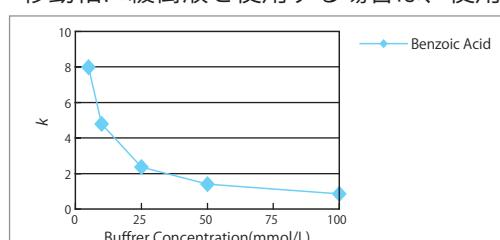

図 4. 塩濃度と保持との関係
- 塩濃度を高くすると、イオン交換能が抑制され、保持が小さくなります(図 4)。